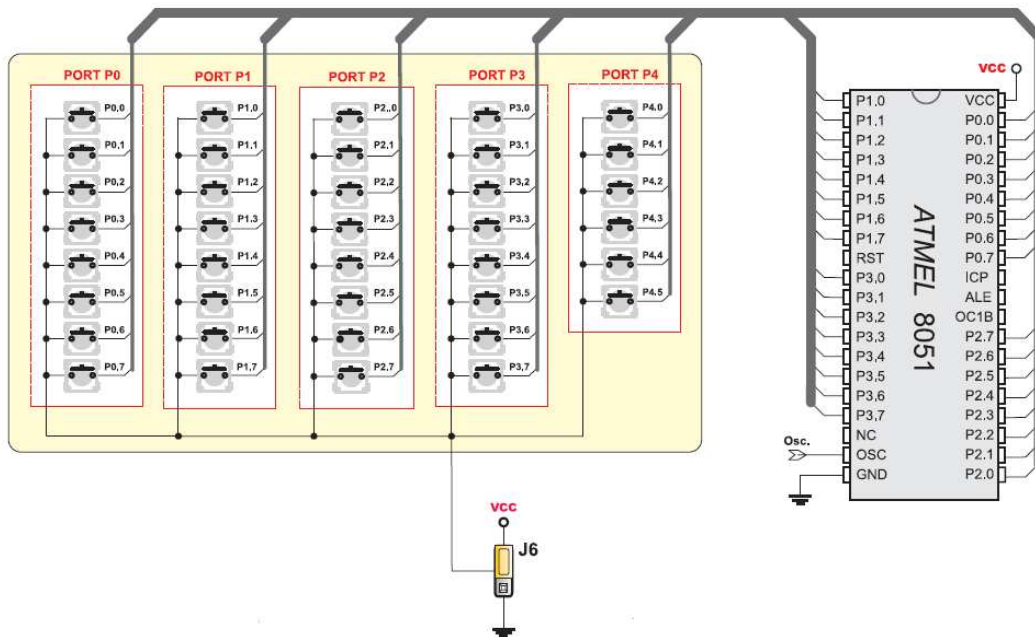
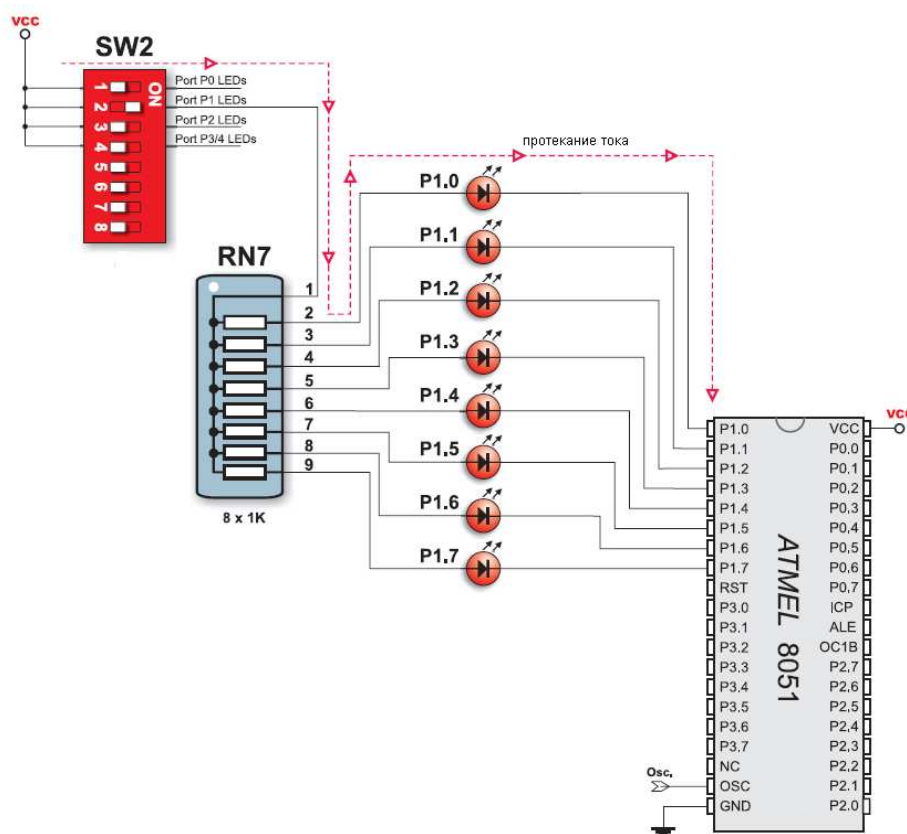

Рис. 1. Принципиальная схема подключения клавиатуры к портам ввода/вывода микроконтроллера
Рис. 2. Принципиальная схема подключения светодиодов к порту 1 микроконтроллера
2. Изучить принципиальную схему соединений клавиатуры (рис. 1) и светодиодной матрицы (рис. 2).